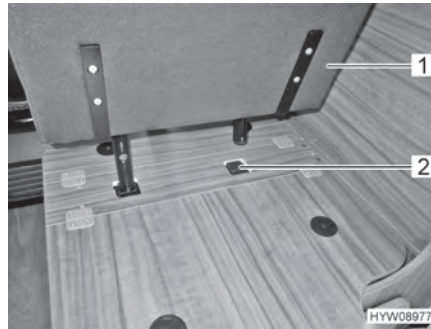

Bild 19 Steckstuhl in Halterung stecken
- Steckstuhl (Bild 19,1) in Halterung (Bild 19,2) stecken.